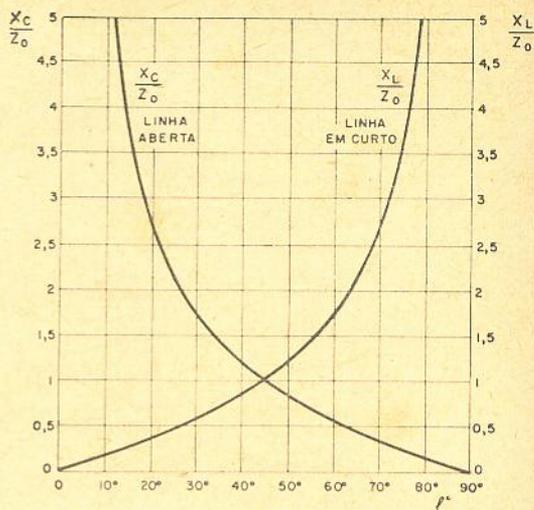

Figura 6
Na figura 6 temos um gráfico que nos permite calcular diretamente o valor de  $X_L/Z_0$  ou  $X_C/Z_0$ , e que nada mais é que a solução gráfica das equações (1) e (2) acima.
Entrando no gráfico da figura 6 com o valor  $l^\circ = 36^\circ$ , encontramos  $\frac{X_c}{Z_0} = 1,5$ , logo  $X_c = 1,5 Z_0 = 1,5 \times 75 \approx 112,5 \Omega$ .